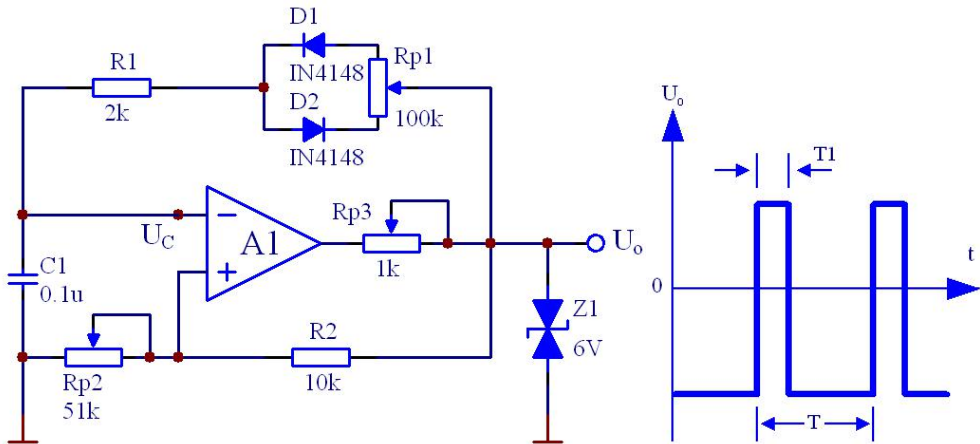

图 8.2 占空比可调的矩形波发生电路
3. 图 8.2 电路如何使输出波形占空比变大？利用实验箱上所标元器件画出原理图。
实验电路如图 8.2 所示。 $R_{P3}$  调到最大，如  $U_o$  有所失真，可适当减小  $R_{P3}$ 。